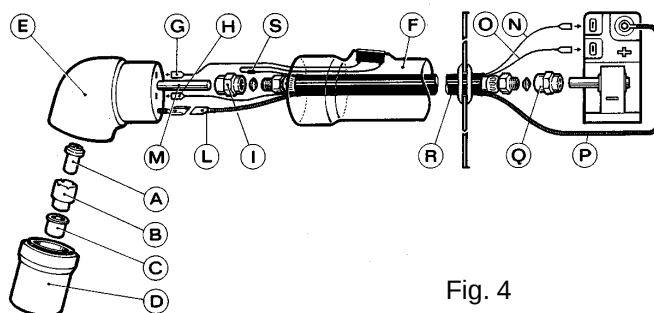

Fig. 4
1) Remplacement des éléments soumis à usure (Fig. 4).
2) Remplacement du corps de la torche **E** (Fig. 4).
3) Remplacement de la torche complète (Fig. 4).
4) Remplacement du câble R (Fig. 4).